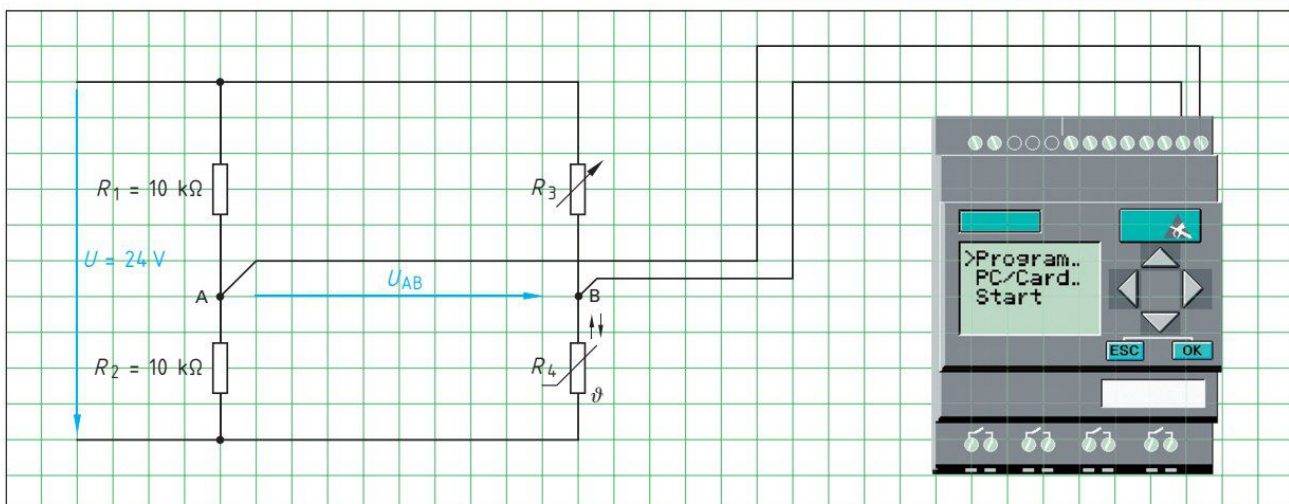

Bild 2: Temperaturerfassung mit temperaturabhängigem Widerstand in einer Brückenschaltung und Kleinsteuerung
2. Tragen Sie die Spannungen U_1 bis U_4 an den Widerständen sowie den Gesamtstrom I , den Strom I_1 durch R_1 und den Strom I_3 durch R_3 in der Brückenschaltung (**Bild 2**) ein.